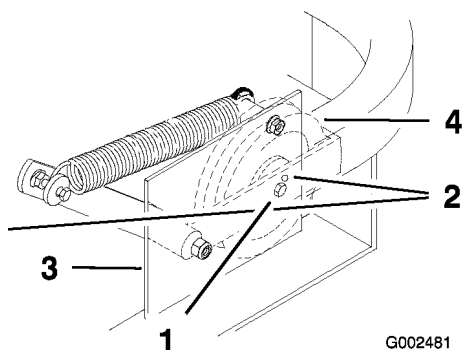

Figura 48
Importante: Compruebe que la correa está instalada en las guías de correa delantera y trasera (Figura 48).
4. Compruebe la tensión de la correa. El perno central de la polea tensora tensada con muelle debe estar cerca del taladro de alineación superior del soporte izquierdo (Figura 48).